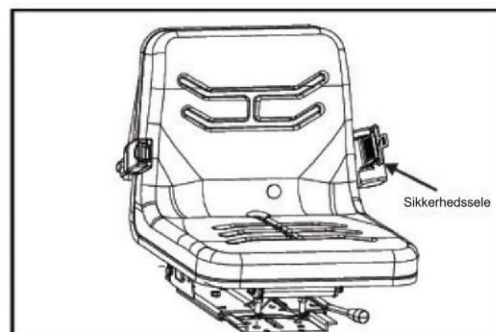

Fig. 4.27b
- Tjek sikkerhedssele for skader. En beskadiget sikkerhedssele skal udskiftes, fig. 4.27b.